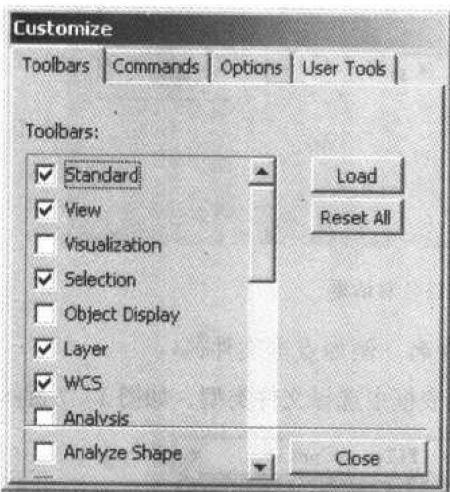

图1-10 定制工具条对话框
UG界面上通常只显示默认状态下的菜单和工具条，但它本身拥有更多的菜单选项和操作按钮，用户可以根据自己的需要进行定制。从主菜单上选择Tools→Customize，或选择View→Toolbars→Customize，弹出如图1-10所示的对话框，其中有4个不同作用的选项卡。
1) Toolbars：用于控制工具条的显示与否。当某个工具条设置为On时，则在屏幕上显示该工具条，如图1-10所示。